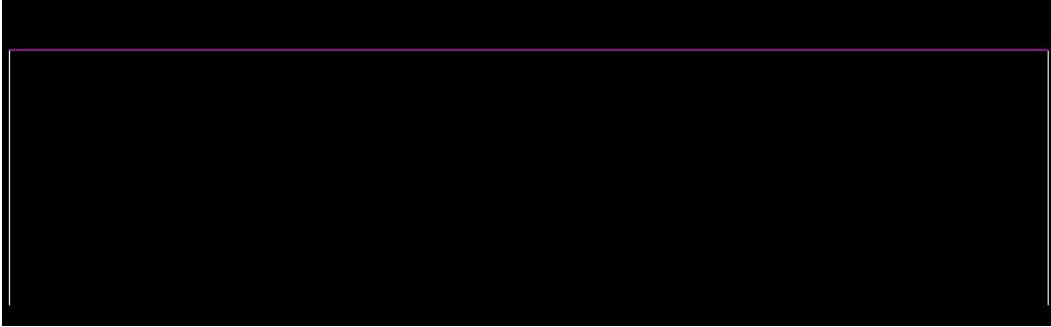

Figura 4.7
2. Haga clic en el botón “Side View” (Vista de Lado) en la barra superior de menú. Ahora debe ver la misma línea, pero por un lado (Figura 4.7)